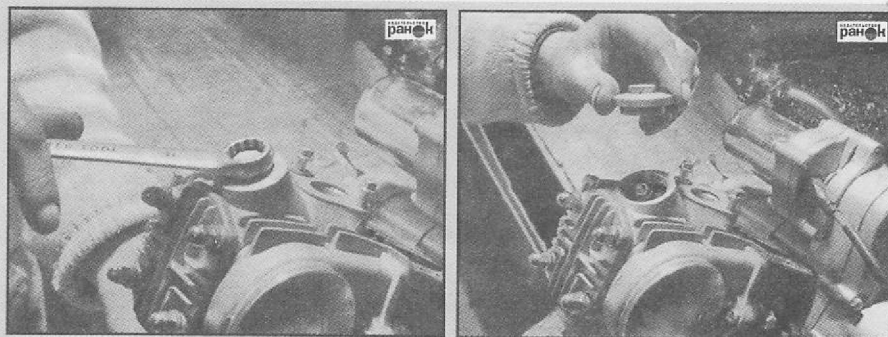

Рис. 20. Проверка тепловых зазоров клапанов
- снять резьбовые крышки регулировочных отверстий в головке цилиндра мотора (рис. 20);